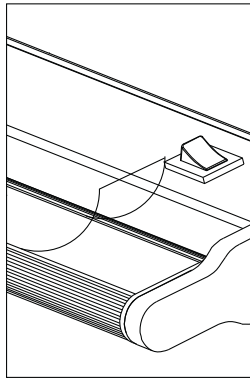

Figure 1
3. Remove protective film from LED swivel bar.- See Figure 1
3. Enlevez le revêtement protecteur de la barre oscillante à DEL. Voir la Fig 1.
3. Retire la película protectora de la barra giratoria de LED.- Vea Fig 1.